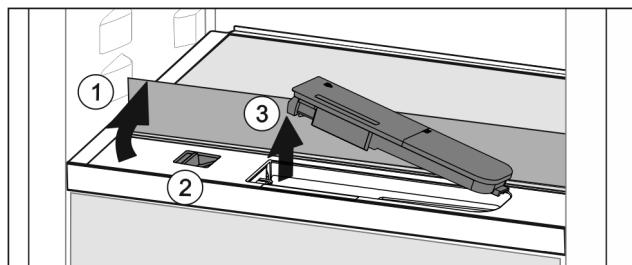

Fig. 45
- Повдигнете стъклената плоча и я завъртете до ограничителя назад Fig. 45 (1).
- Преместете пълзгача Fig. 45 (2) наляво.
- Извадете резервоара за вода Fig. 45 (3).